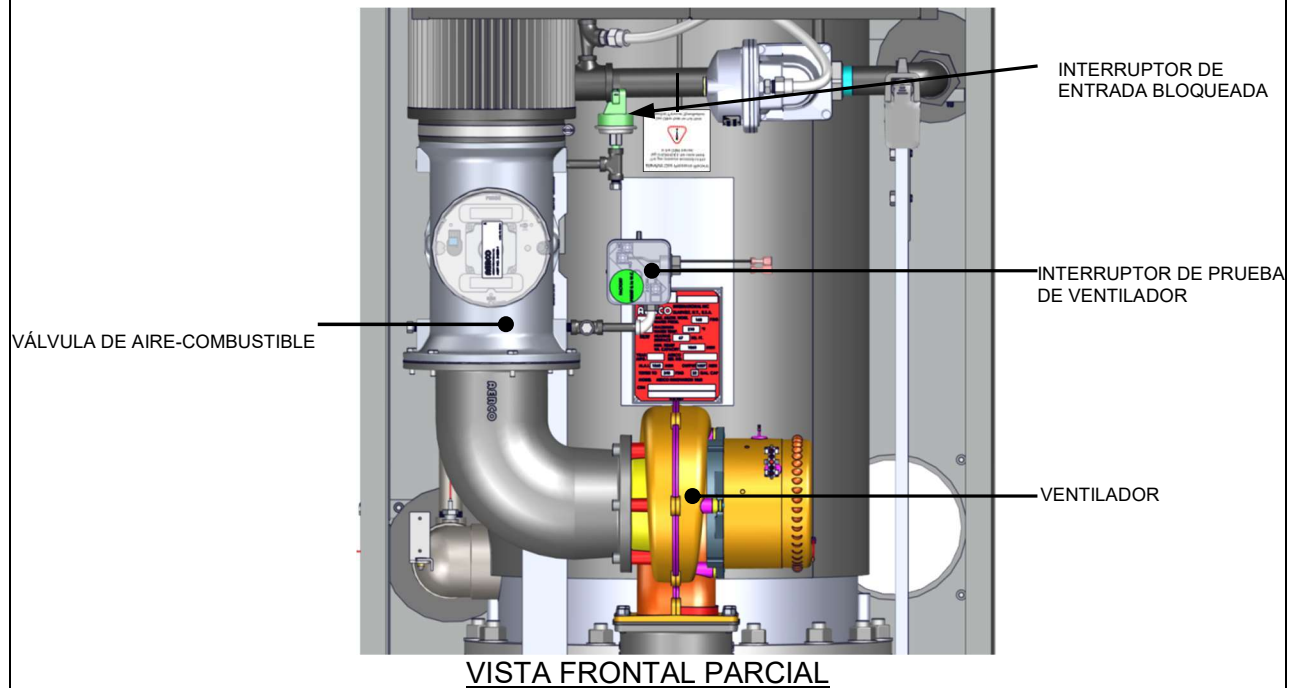

Figura 5-4: Ubicación del interruptor de comprobación del ventilador y de entrada bloqueada
Una falla por temperatura alta de agua se simula ajustando el interruptor **Reset Automático por Sobretemperatura**. Se tiene acceso a este interruptor desde la parte de enfrente de la unidad, como se muestra en la figura 5-4.
Estas pruebas verifican la operación del interruptor **Comprobación del Ventilador** y el interruptor de **Entrada Bloqueada**, los cuales se muestran en la Figura 5-4.
10. Después, revise la operación del interruptor **Entrada Bloqueada**, localizado en el costado de la entrada de la Válvula de Aire-Combustible (Figura 5-4).